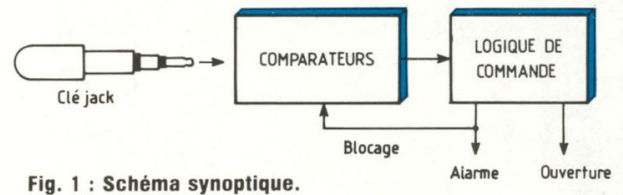

Fig. 1 : Schéma synoptique.
**A** l'intérieur de la fiche se trouvent deux résistances de précision qui sont comparées à celles contenues dans le montage et en fonction du résultat on a, soit l'ouverture, soit le blocage de la logique plus le déclenchement de l'alarme (cf. figure 1). Le seul moyen de crocheter une telle serrure est d'utiliser un potentiomètre à la place de la résistance fixe et de le faire varier (en passant donc par la valeur de la résistance d'origine).